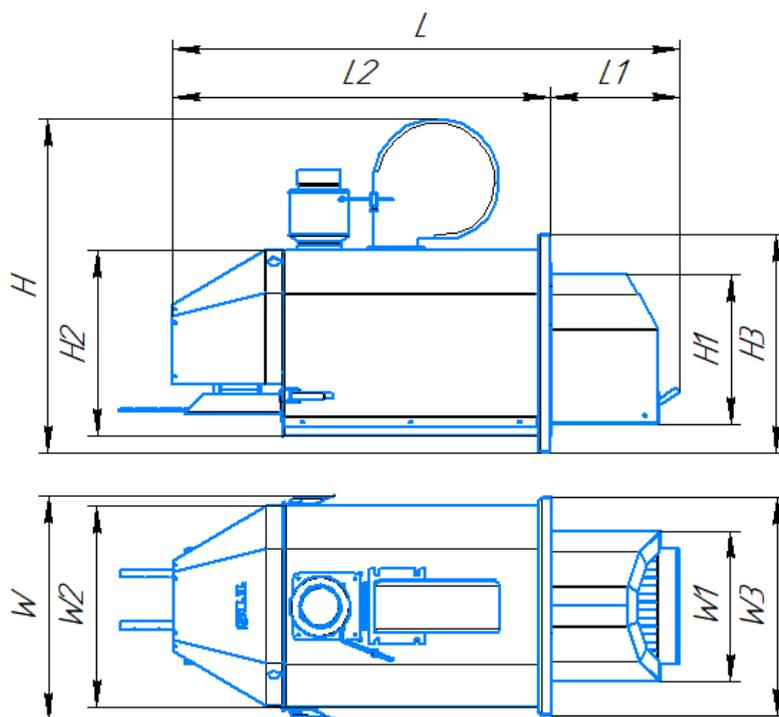

Рис.3 Габаритные размеры горелки
4.1. На рис.3 изображена горелка с указанием габаритных размеров.